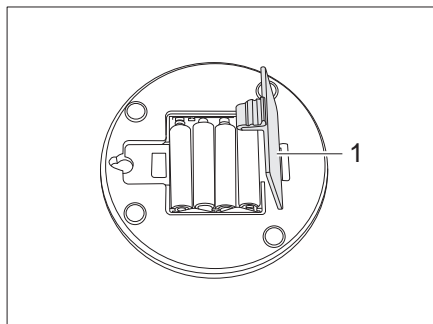

Bild 283 Leuchte im Aufstelldach
- Batteriefach (Bild 283,1) öffnen und Batterien entnehmen.
- Neue Batterien einsetzen und Batteriefach (Bild 283,1) schließen.